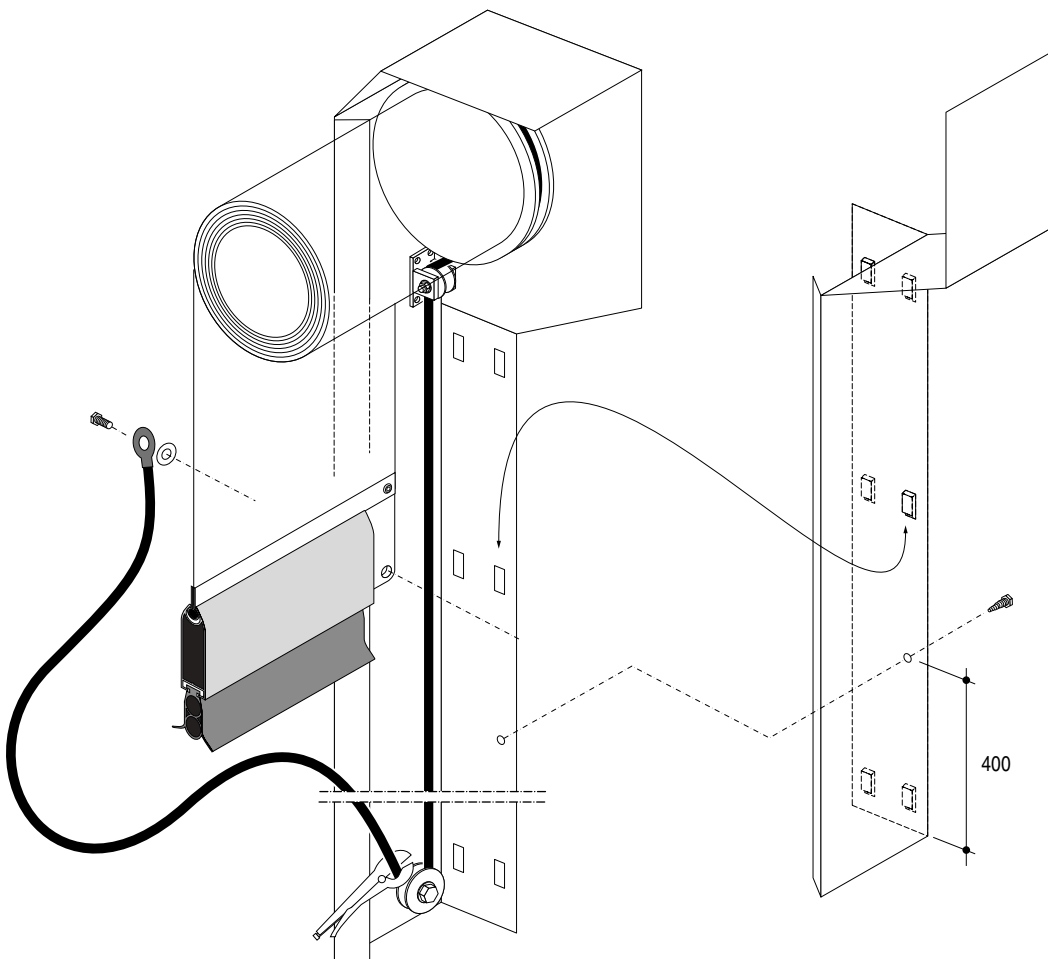

Abb. 2.4.1
2.4 Montage des Spannsystems (soweit zutreffend): siehe Abb. 2.4.1